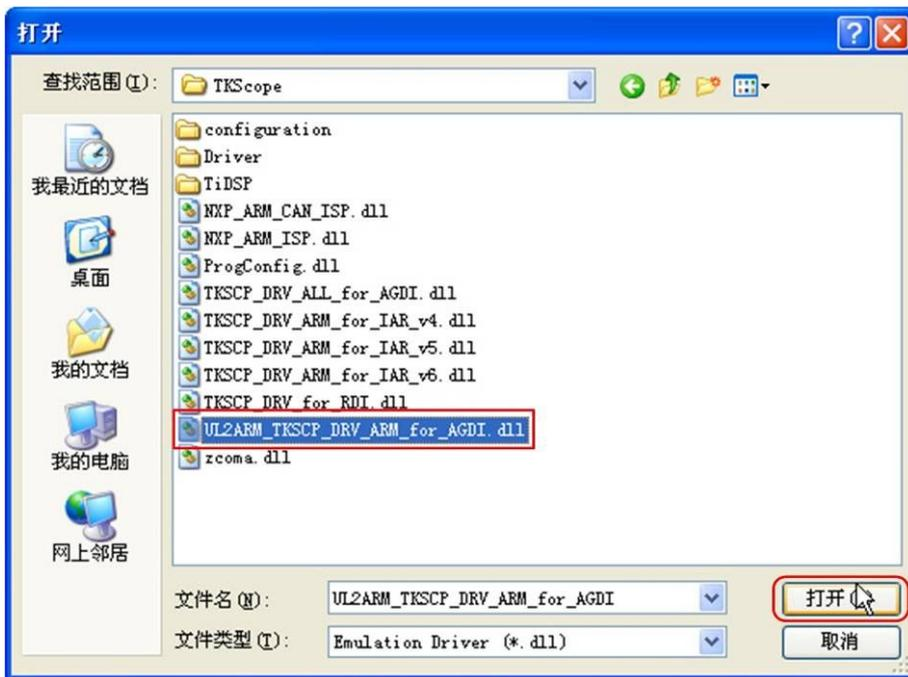

图 3.14 选择驱动
- (1) 若选择硬件调试，则需要为目标添加驱动，驱动文件路径与 TKStudio 软件安装路径相关。单击【增加】按钮，弹出打开窗口如图 3.14 所示，选择驱动文件(本文示例为 D:\Program Files\Zhiyuan Electronic\TKStudio\DRV\TKScope\UL2ARM\_TKSCP\_DRV\_ARM\_for\_AGDI.dll)，然后双击或单击【打开】按钮，将弹出如图 3.14 所示选择驱动路径对话框。